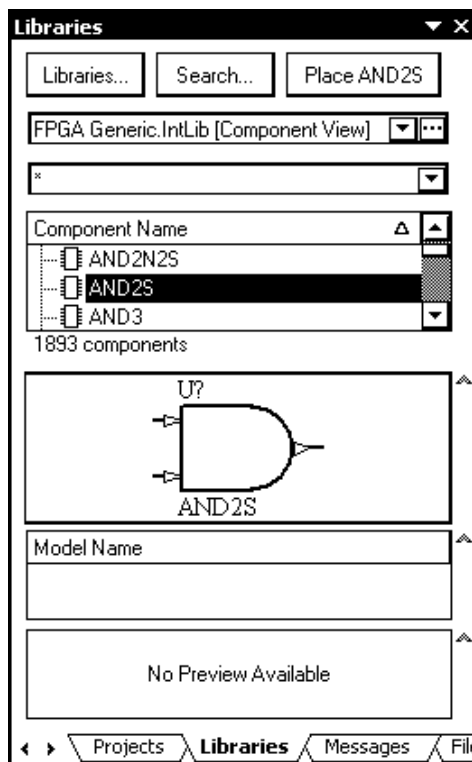

Рис. 7.4. Вызов библиотечного логического прототипа из панели **Libraries**
1. Щелчком левой кнопки мыши в поле **System** главного окна программы вызвать всплывающее меню и указать в нем команду **Libraries**. Откроется одноименная плавающая панель **Libraries** (рис. 7.4).